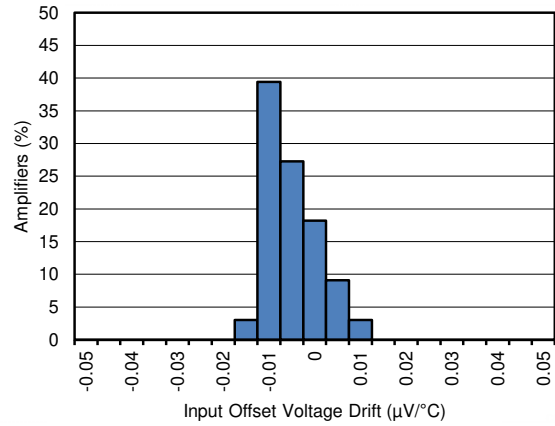

图 5-2. -40°C 至 $+125^\circ\text{C}$ 的失调电压漂移分布
-40°C 至 +125°C 的失调电压漂移分布	图 5-2